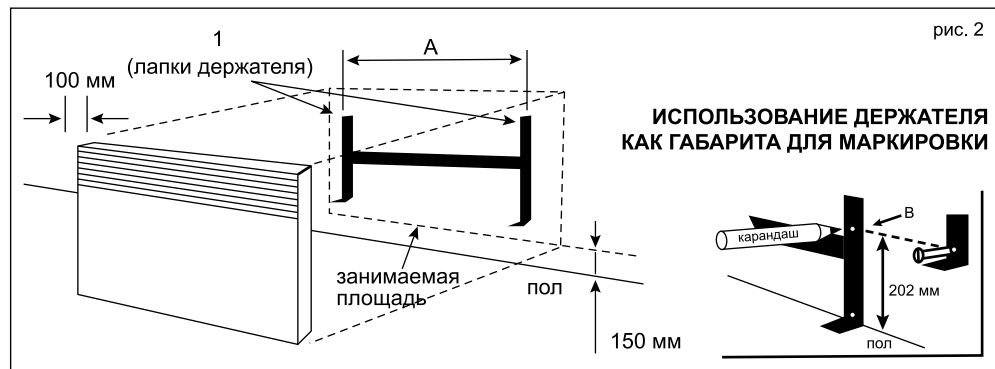

рис. 2
- Освободите держатель с двумя лапами от прибора 1, рис. 2
- Используйте держатель, поставленный на пол около стены (для держателя формы Н) в качестве маркировки установочных размеров. Отметьте точкой (В, рис. 2) нижнее положение прибора.